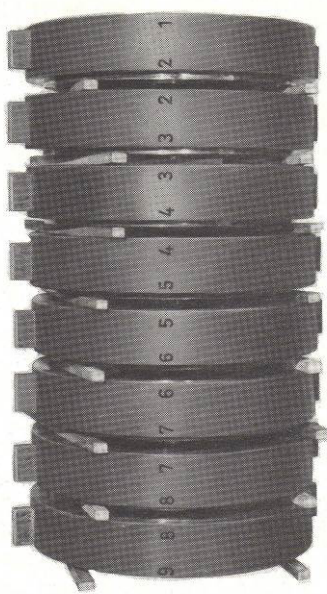

Figura 29 – Armazenamento dos corpos de estágio
Os corpos de estágio (108) devem ser corretamente marcados antes da desmontagem, para que as peças na remontagem coincidam na mesma sequência e disposição entre si (veja figura 29).
8. Extrair do eixo, o rotor (230) do último estágio.
9. Desmontar os corpos de estágio (108) com os difusores (171.1), buchas de estágio (521) e rotores (230/231) dos estágios subsequentes. Os rotores (230 / 231) e bucha de estágio (521) se acham fixados no eixo (210) por meio de chavetas comuns e estão marcados com algarismos caracterizando-os como uma só unidade.
10. Após desmontagem do último corpo de estágio (108), extrair conjuntamente do corpo de sucção (106), o eixo (210) com o rotor de sucção (231) e a seguir extrair este do eixo (210).
11. Armazenar os corpos de estágio (108) de maneira a não danificar as superfícies de vedação (veja figura 29).